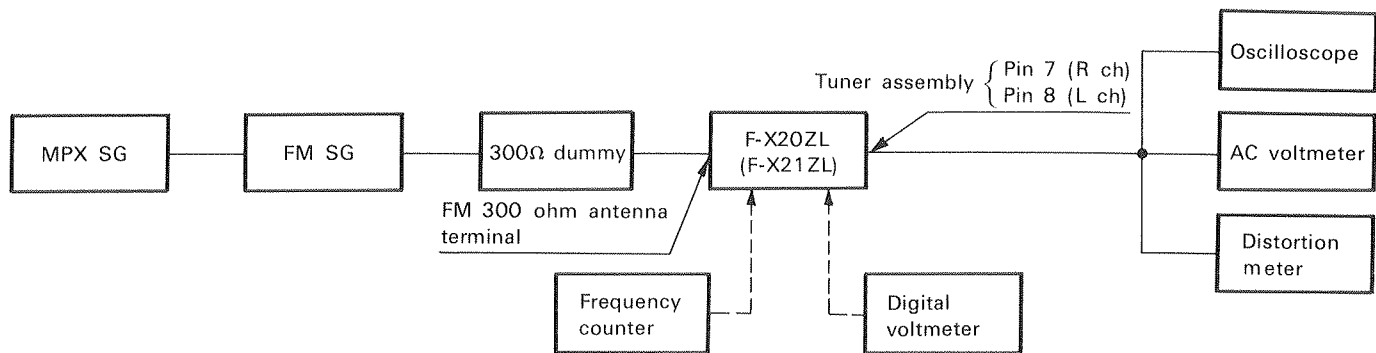

Fig. 11-1. FM adjustment connection diagram
- Faire les raccordements comme indiqué en Fig. 11-1.